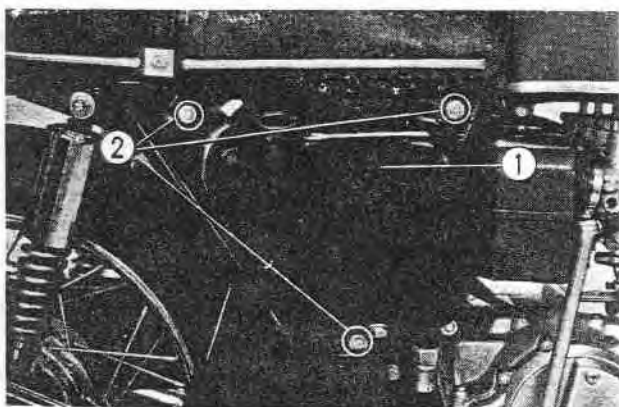

Fig. 15-10 ① Réservoir d'huile
4. Enlever les trois boulons de fixation et déposer le réservoir d'huile. (Fig. 15-10)